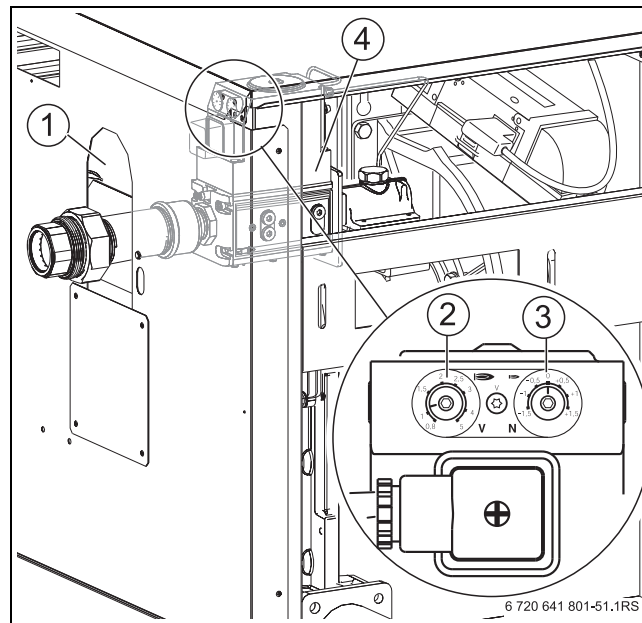

Fig. 29 Conversione ad un altro tipo di gas (potenza caldaie da 200 a 280 kW)
- aumentare di 0,5 il valore della vite di regolazione V (→ fig. 29, [2]) ad es. se l'impostazione è di 1,1, portarla a 1,6.
- diminuire di 0,5 il valore della vite di regolazione V (→ fig. 29, [2]) ad es. se l'impostazione è di 1,6 portarla a 1,1.